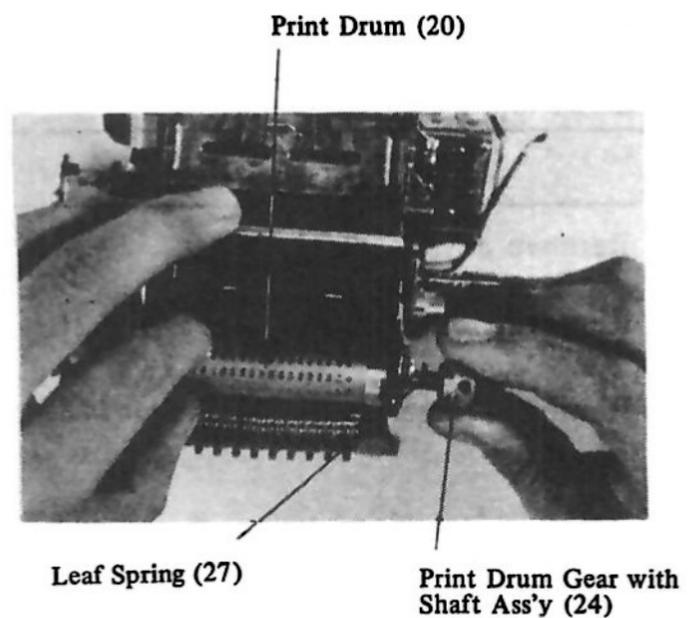

Fig. 8-27 Ausbau der Druckwalze (1)
- 8) Druckwalze (20) festhalten und Achse (24) durch Drehen herausziehen. (Fig. 8-27).
- 9) Feder (27) der Achse (24) aushängen.
- 10) Druckwalze (20) abnehmen.